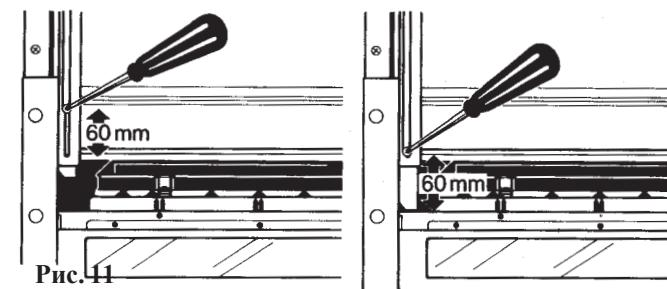

Рис.11
Настройка вытяжной части (E) - рис.11.